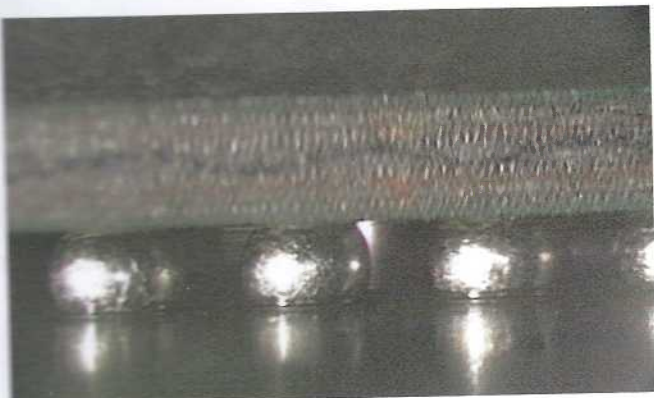

Bild 8-160
- BGA-Lotkugeln kontaktieren und benetzen die Anschlussflächen und bilden eine kontinuierliche, elliptische, runde oder säulenförmige Verbindung, siehe Bild 8-160.